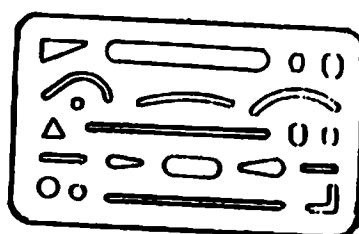

图 1-20 擦线板
擦线板的作用：(1) 用来擦去画错的图线，保护有用的图线不被擦掉。(2) 用它画一些有用的图形符号，如图 1-20 所示。